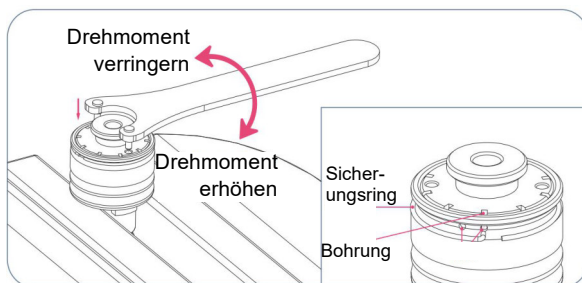

Abb. 17: Kupplungsdrehmoment der Spannzange einstellen
- Stellen Sie das Drehmoment mit dem Drehmomentschlüssel ein (s. Abb. 17)